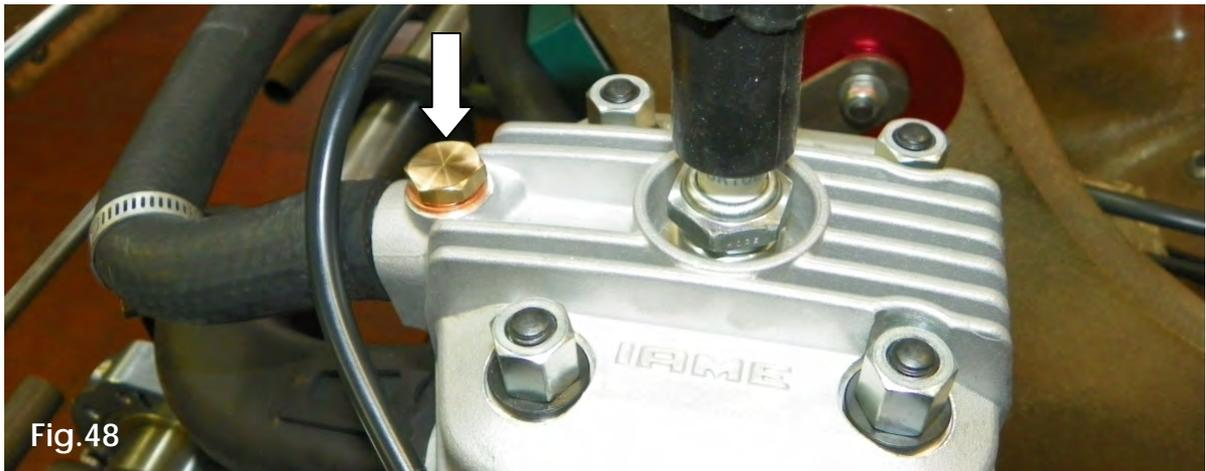

Fig.48
- Retire a tampa do radiador e aperte o parafuso de ventilação na cabeça do motor(Fig.48).